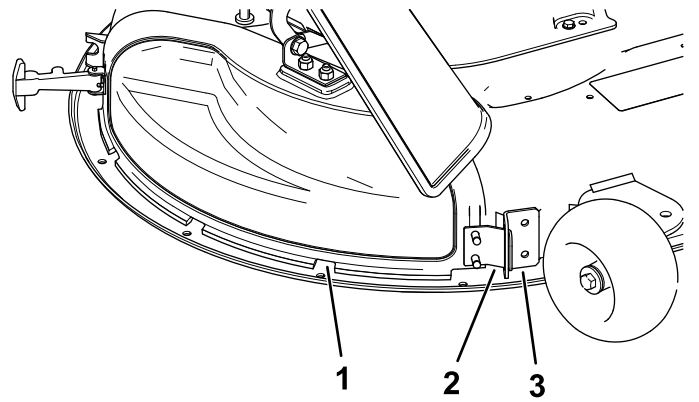

Figura 13
5. Oriente a patilha de metal na cobertura de descarga para fora da ranhura no suporte soldado à plataforma do cortador (**Figura 13**).